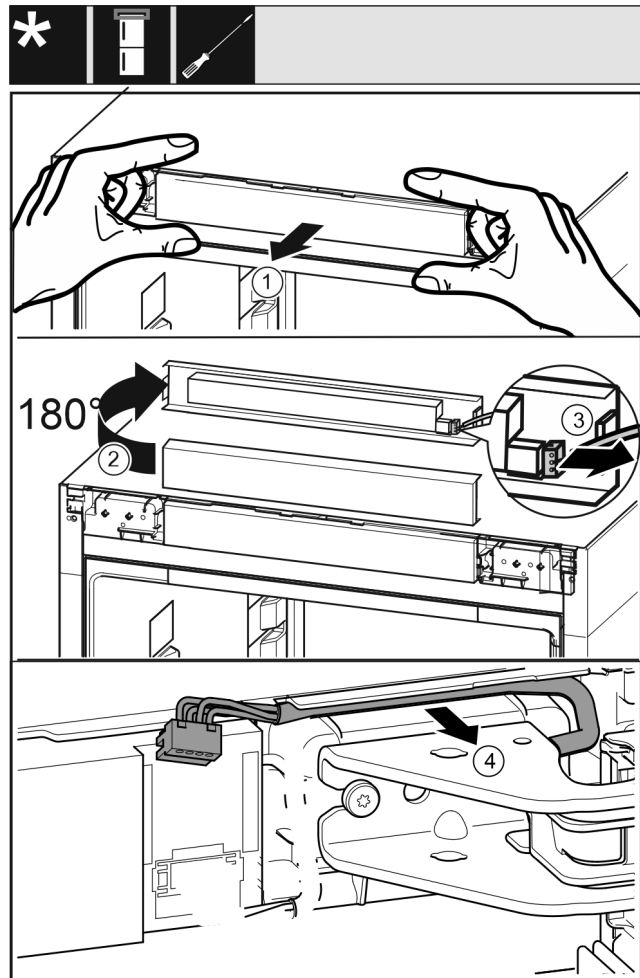

Fig. 20
- ▶ Óvatosan válassza le a kezelőpanelt Fig. 20 (1) előre felé.
- ▶ Fordítsa el a kezelőpanelt Fig. 20 (2) felfelé 180°-kal.
- ▶ Nyomja hátrafelé a reteszelő bütyköt Fig. 20 (3), és óvatosan húzza ki a dugót.
- ▶ Óvatosan vegye ki a csapágybak feletti kábelt Fig. 20 (4) a vezetősínből.